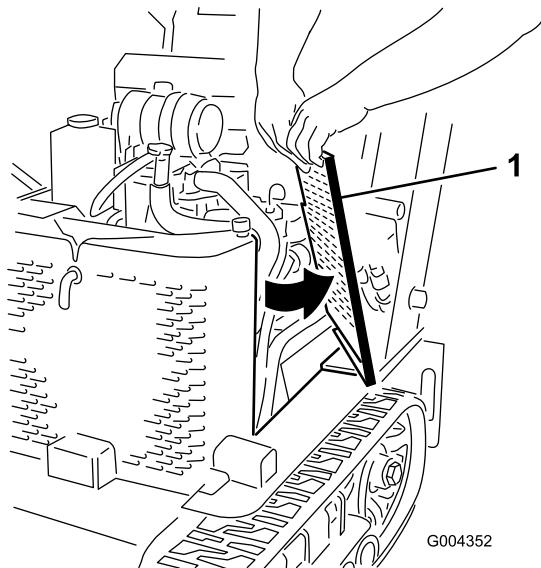

Figure 30
- Faites coulisser les panneaux latéraux (Figure 30) vers le haut pour les sortir des fentes du panneau avant et du châssis.